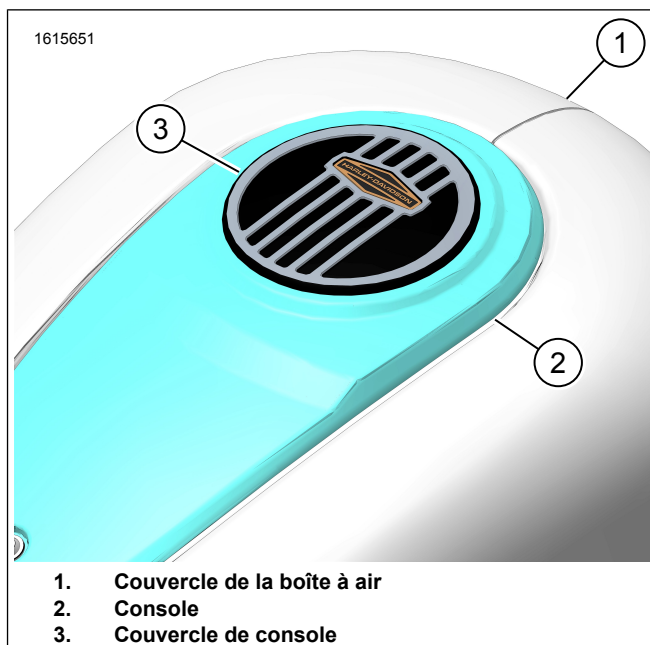

Figure 2. Garniture de la console installé
- Figure 2 Vérifier que le couvercle de la console est bien ajusté (3).
- Nettoyer la zone de la console (2) avec de l'alcool isopropylique. Sécher à l'aide d'un chiffon non pelucheux.
- Figure 2 Retirer le dos du support adhésif du couvercle de la console (3).
- Installer le couvercle de la console (3) en utilisant les marques faites précédemment comme guide.